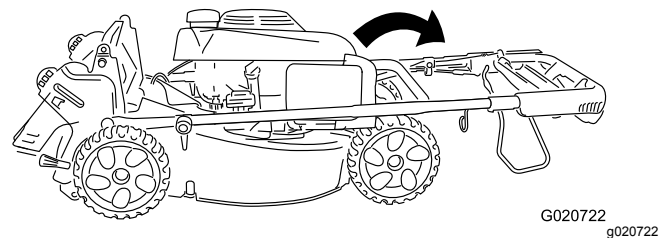

Bild 21
2. Drehen Sie den Griff nach vorne (Bild 21).